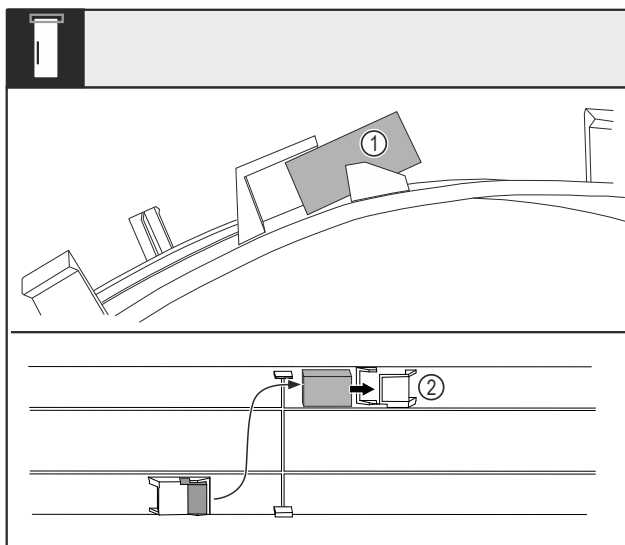

Fig. 16
- Doble la cubierta y extraiga el imán de la puerta Fig. 16 (1) de la cavidad.
- Inserte el imán de la puerta en la otra cavidad Fig. 16 (2).